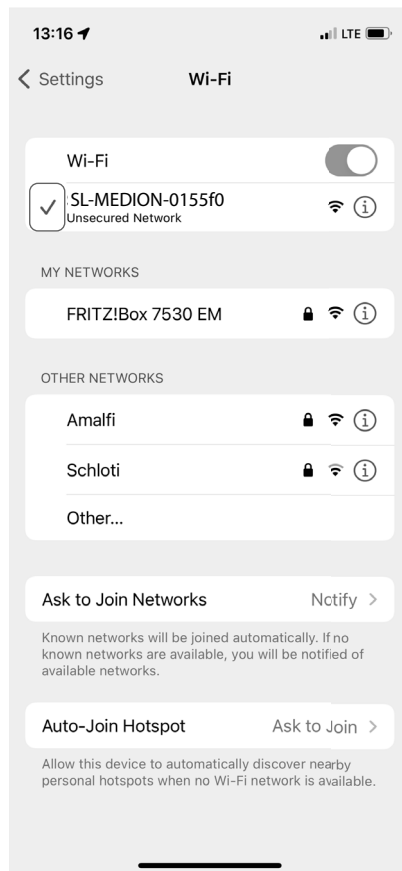

Fig. 8
- ▶ Attendez que la connexion soit établie (visible généralement à la présence d'une coche à côté du nom du réseau, **voir fig. 8**).